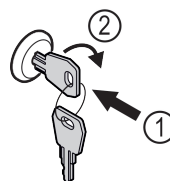

Fig. 170 Beispielhafte Darstellung
- Schlüssel hineindrücken Fig. 170 (1).
- Schlüssel um 90° im Uhrzeigersinn drehen Fig. 170 (2).